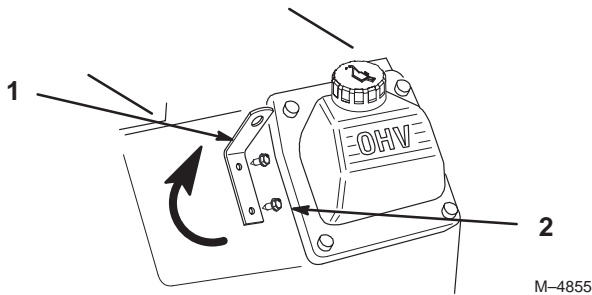

Bild 89
1. Machen Sie die Transportöse in Bild 89 ausfindig.